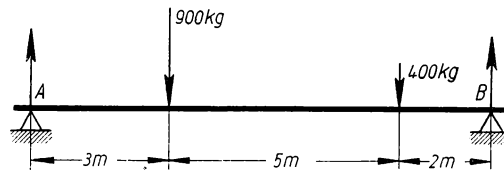

Bild 212
**336.** Ein Träger auf zwei Stützen ist nach Bild 212 durch die senkrechten Kräfte 900 und 400 kg belastet. Gesucht wird zeichnerisch und rechnerisch a) der